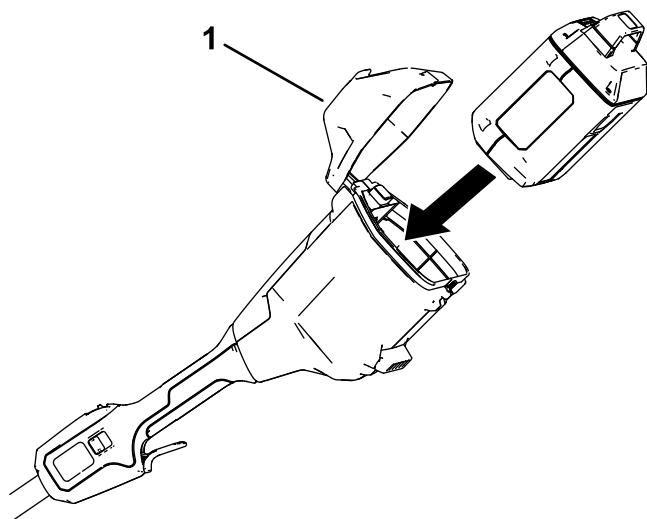

Figure 7
2. Ouvrez le couvercle de la batterie (Figure 7).
3. Alignez le creux de la batterie sur la languette dans le compartiment de la batterie (Figure 7).
4. Poussez la batterie dans le compartiment jusqu'à ce qu'elle s'enclenche dans le verrou (Figure 7).